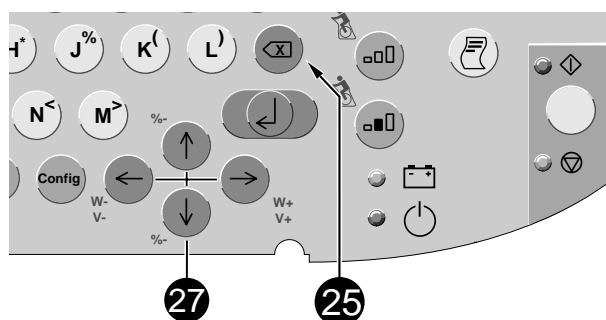

Bild 3-6. Einstellen des Kontrasts
* Drücken Sie gleichzeitig die Korrekturtaste (X) und die Pfeiltaste (Bild 3-6); (Erhöhen ↑, Verringern ↓).